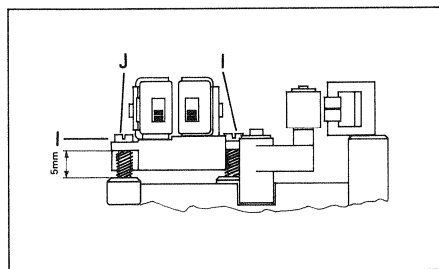

Fig. 3.7
- Die Höhe des Aufnahme-/Wiedergabekopfes ist mit den Schrauben [I] auf 5 mm voreinzustellen (Fig. 3.7).
- Preadjust the height of the record/reproduce head with the two screws [I] to 5 mm (Fig. 3.7).
- Ajustez la hauteur de la tête d'enregistrement/lecture à 5 mm grâce aux deux vis [I] (fig. 3.7).